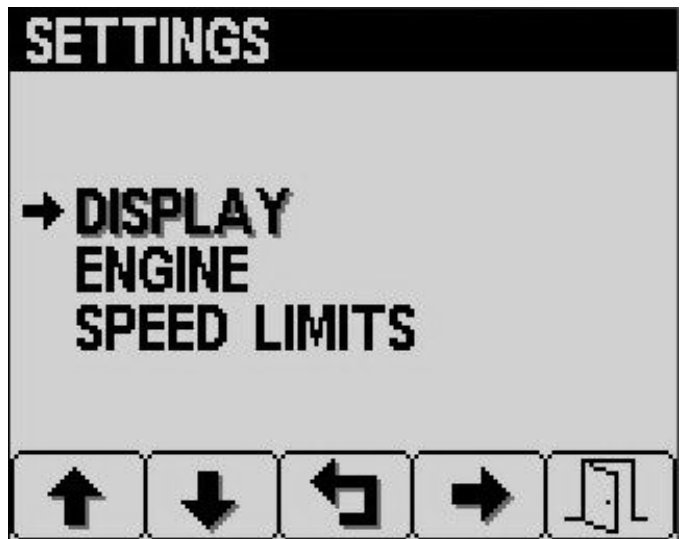

Figura 12
3. A partir do ecrã de definições, premir o botão 5 para selecionar a opção de mostrador (Figura 12).